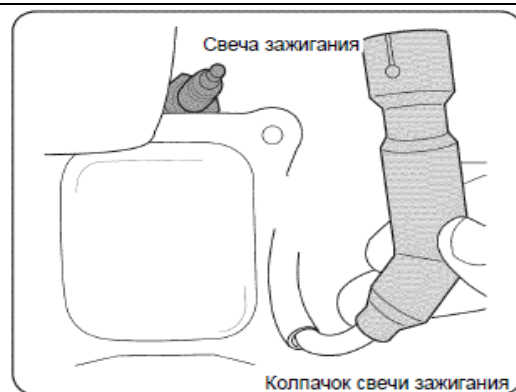

Рис. 16
1. Снимите колпак со свечи зажигания и с помощью свечного ключа отверните и извлеките свечу, (См. Рис. 16).